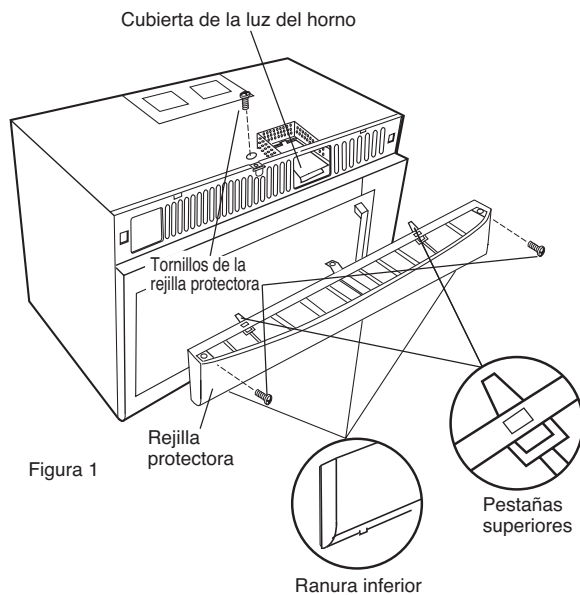

Figura 1
2. Extraiga los tres tornillos de la rejilla protectora como en la Figura 1.
2. Quite la rejilla de acuerdo a las instrucciones en la sección Filtro de carbón 2-3. Abra la cubierta de la luz del horno levantando cuidadosamente el borde delantero. Vea la figura 1.